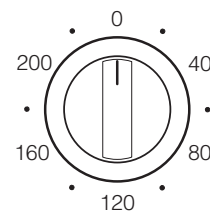

fig. 7
- Le bouton de thermostat (fig. 7) permet de programmer la température de la friteuse de 40 à 200 °C. La friteuse est équipée d'un limiteur maximum et est ainsi protégée contre les excès de température.